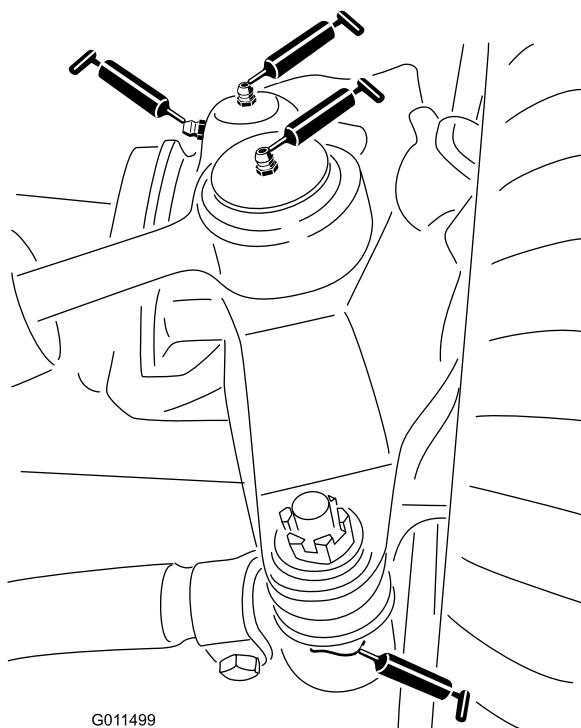

Figure 79
- 2 rotules de vérin de direction (Figure 79)
- 2 rotules de biellettes de direction (Figure 79)
- 2 bagues de pivots de fusées (Figure 79).